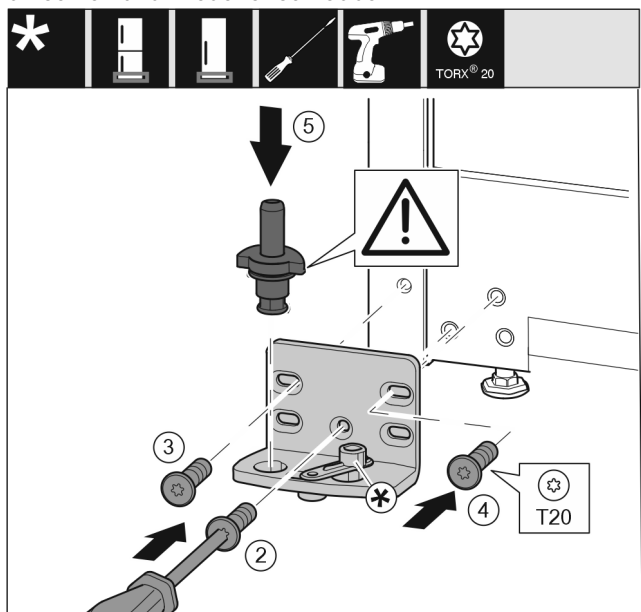

Fig. 20
- Lagerbock auf der anderen Seite ansetzen und mit Hilfe eines Schraubendrehers anschrauben. Mit der Schraube Fig. 20 (2) unten in der Mitte beginnen.
- Schraube Fig. 20 (3) und Schraube Fig. 20 (4) festschrauben.
- Lagerbolzen Fig. 20 (5) komplett einsetzen. Dabei darauf achten, dass der Rastnocken nach hinten zeigt.